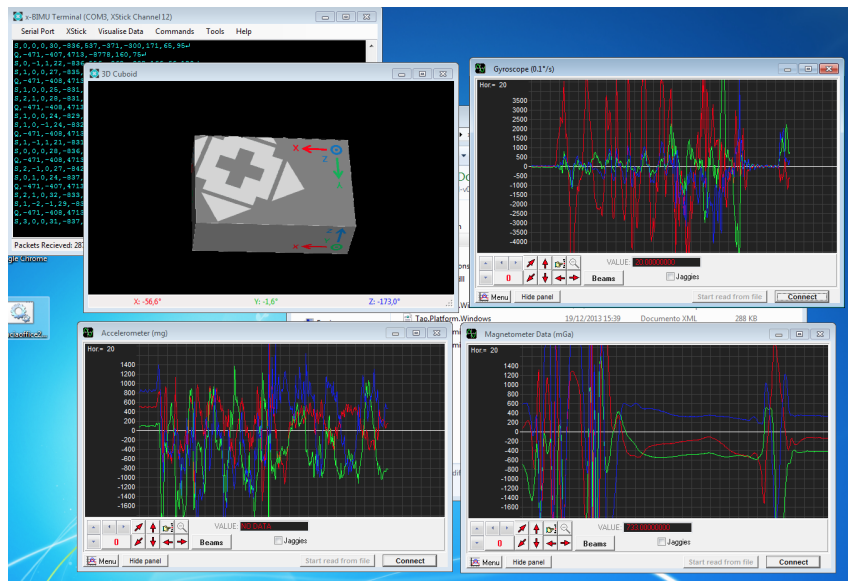

Figura 6: Visualizaci6n de datos desde TERMINAL
1. Para visualizar los datos, utilice el menú que despliega ‘Visualise Data’ de la ventana principal de TERMINAL. Los comandos que se despliegan permiten visualizar el movimiento de x-BIMU en el espacio 3D (Quaternion), los valores de gir6scopo (Gyroscope), aceler6metro (Accelerometer), magnet6metro (Magnetometer), bater6a (Battery). Tal y como puede ver en la Figura 6, cada uno de estos comandos abre una ventana donde se muestra gr6ficamente los datos capturados en *casi* tiempo real. Los colores indican la componente representada: *rojo-X*, *verde-Y* y *azul-Z*. El alumno puede cambiar la escala de la gr6fica con las flechas $\leftarrow \uparrow \downarrow \rightarrow$ de la ventana de la gr6fica.